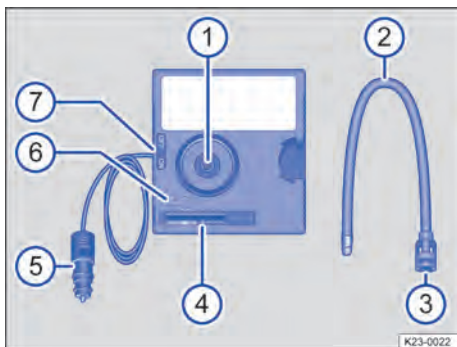
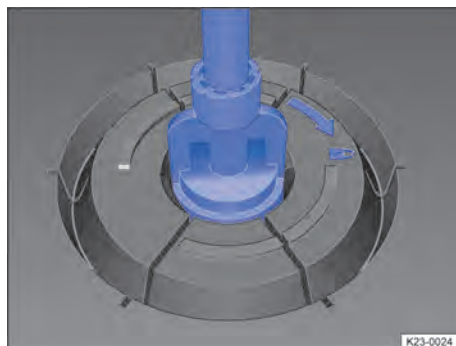
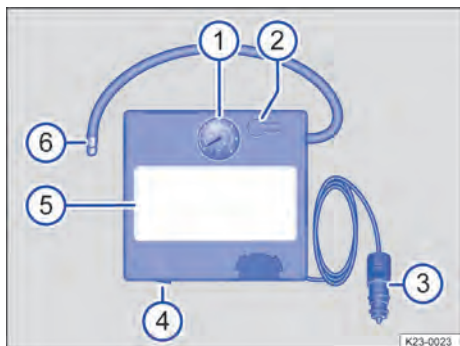

Abb. 241 Kompressor des Pannensets (Prinzipdarstellung).
Abb. 242 Reifenfüllschlauch anbringen.
Abb. 243 Kompressor des Pannensets (Prinzipdarstellung).
1. Reifenfüllschlauch → Abb. 241 ② von der Rückseite des Kompressors abnehmen.
2. Reifenfüllschlauch → Abb. 241 ② mit der Flügelmutter ③ so in die Aufnahme für den Reifenfüllschlauch ① stecken, dass die Flügelmutter auf zeigt.
3. Flügelmutter → Abb. 241 ③ im Uhrzeigersinn drehen, bis die Flügelmutter auf zeigt → Abb. 242.
4. Reifenfüllschlauch → Abb. 241 ② des Kompressors fest auf das Reifenventil schrauben.
6. 12-Volt-Kabelstecker → Abb. 241 ⑤ in eine 12-Volt-Steckdose im Fahrzeug stecken → Seite 250.
7. Kompressor mit dem EIN- und AUS-Schalter → Abb. 241 ⑦ einschalten.
1. Reifenfüllschlauch → Abb. 243 ⑥ des Kompressors fest auf das Reifenventil schrauben.
3. 12-Volt-Kabelstecker → Abb. 243 ③ in eine 12-Volt-Steckdose im Fahrzeug stecken → Seite 250.
4. Kompressor mit dem EIN- und AUS-Schalter → Abb. 243 ④ einschalten.
2. Reifenfüllschlauch → Abb. 241 ② oder → Abb. 243 ⑥ wieder anschließen und den Reifendruck an der Reifendruckanzeige → Abb. 241 ④ oder → Abb. 243 ① ablesen.